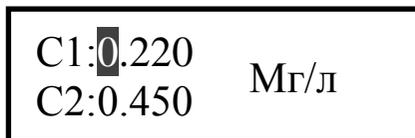

Рисунок 7 – Установка порога С1
2.4.3.2 Для установки порога С1 войдите в главное меню согласно 2.3.2, далее в главном меню выберите пункт «**Устан**» согласно 2.4.2, затем выберите пункт «**Порог значение**» и нажмите кнопку ввода. На дисплее появится окно установки порога С1 (рисунок 7).